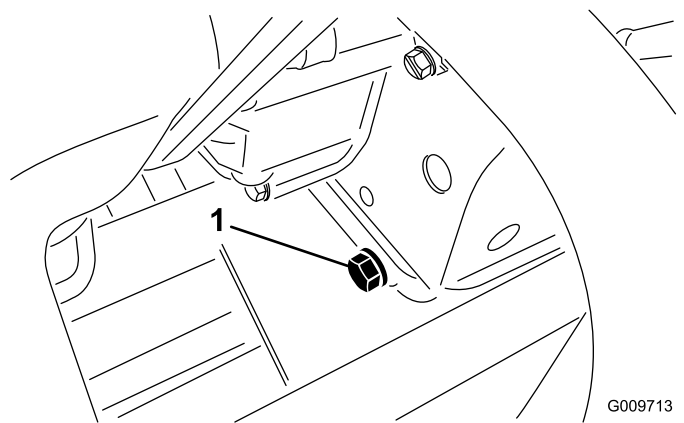

Figura 89
2. Togliete il tappo di spurgo (Figura 89) e lasciate defluire l'olio in una bacinella.